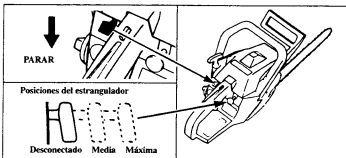

Figura 17
**NOTA:** Si el árbol tiene zancos grandes, quitarlos antes de hacer la entalladura. Cortar los zancos verticalmente y luego horizontalmente. Figura 17.